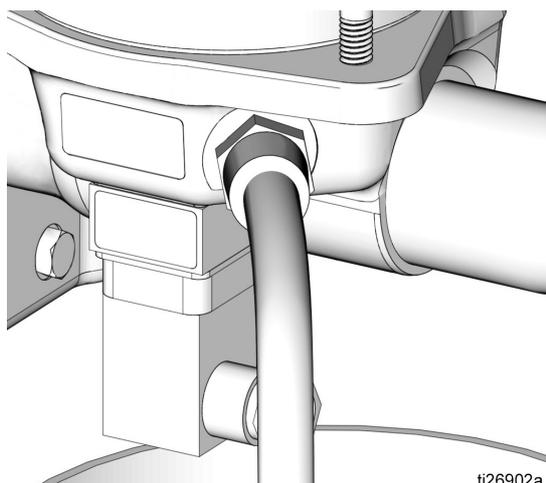

FIG. 13
3. Cierre la **válvula de cierre (V)** al **sistema/bomba de suministro de entrada de aceite (DD)**.
5. Desconecte la **línea de suministro (G)** de la **salida de la bomba (E)**.
6. Afloje lentamente y saque la línea de entrada de aceite de la base de la bomba y drene el aceite de la bomba (FIG. 13).